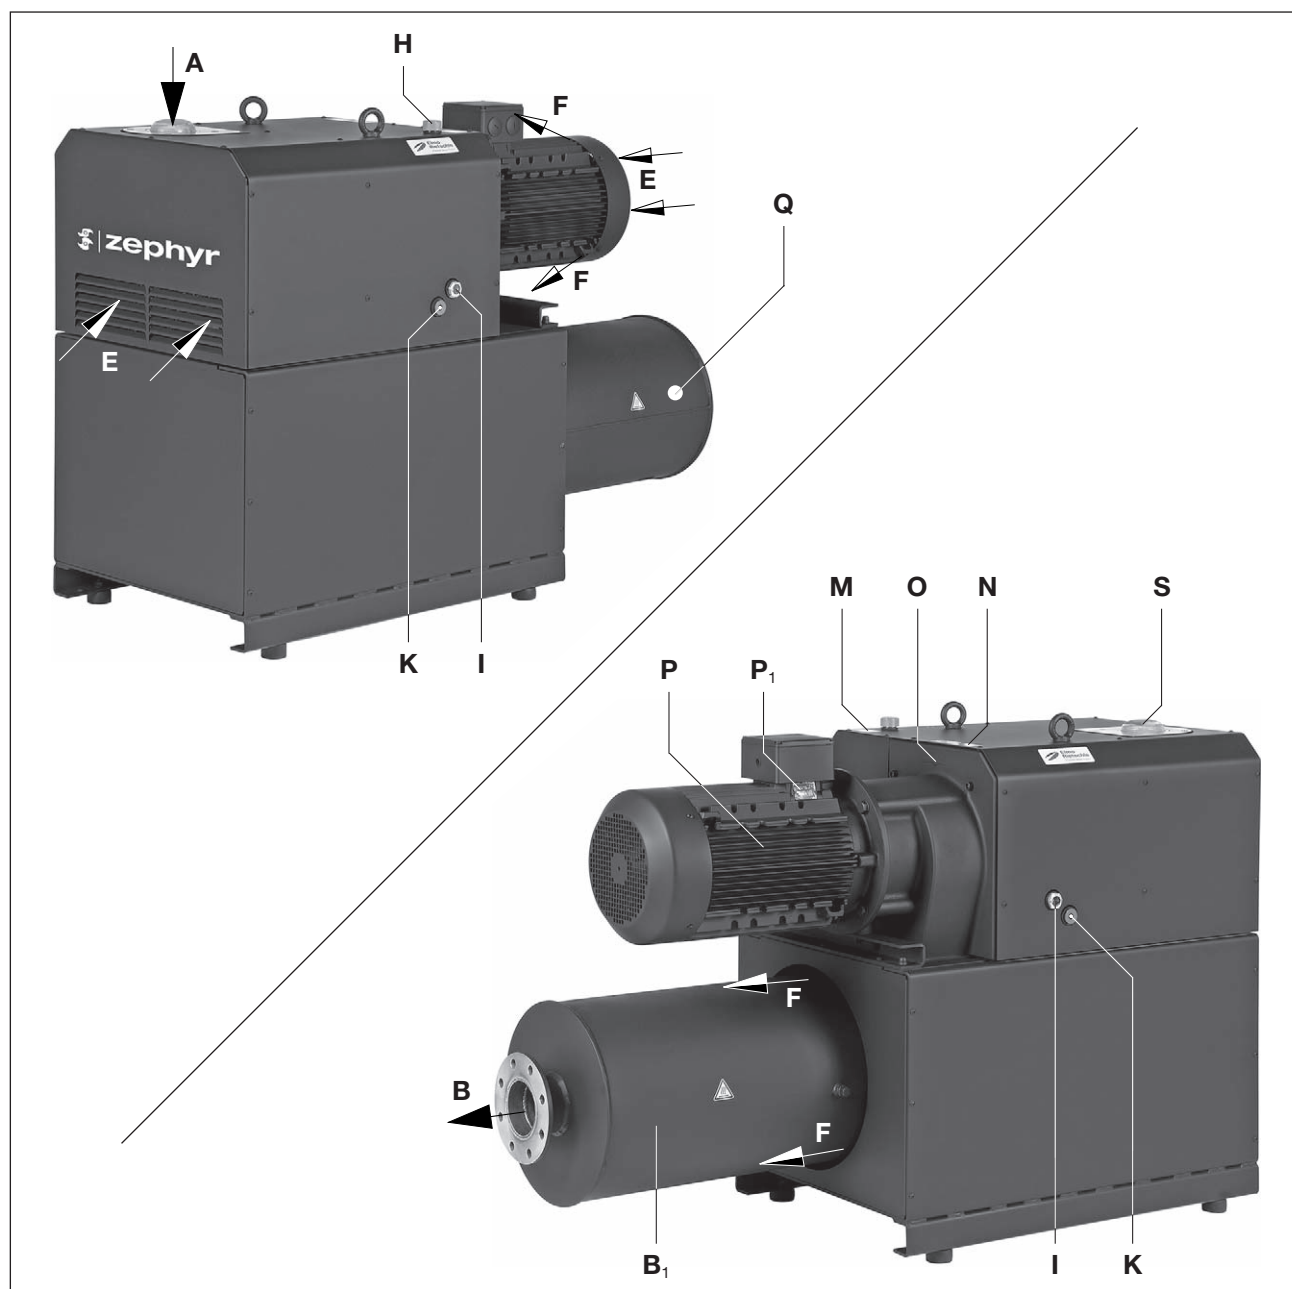

Fig. 2 Pompa per vuoto C-VLR 1000
Il tipo C-VLR 1000 sul lato dell'aspirazione ha una flangia di collegamento e sul lato della pressione un silenziatore allo scarico (Fig. 2/B1). L'aria aspirata viene pulita attraverso un filtro a rete (Fig. 2/S).
La VLR 1000 è incapsulata in una calotta di isolamento. Per eliminare il calore della compressione, l'aria di raffreddamento viene aspirata con l'ausilio di un ventilatore che aspira l'aria fresca (Fig. 2/E) e che soffia via l'aria calda dall'uscita dell'aria di raffreddamento (Fig. 2/F), fra il compressore e la calotta.
Riempimento olio (Fig. 2/H), finestrelle ispezione olio (Fig. 2/I) e scarichi olio (Fig. 2/K) devono essere facilmente accessibili.
Gli ingressi dell'aria di raffreddamento (Fig. 2/E) e le uscite dell'aria di raffreddamento (Fig. 2/F) devono avere una distanza di almeno 30 cm dai muri circostanti. L'aria di raffreddamento fuoriuscita non deve essere riaspirata.
Per i lavori di manutenzione, prevedere almeno 40 cm di distanza dai filtri di aspirazione (Fig. 2/S).
- a) Togliere le pellicole sul raccordo del vuoto (Fig. 2/A) e inserire il filtro a rete (Fig. 2/S) con la bombatura verso l'alto.
- c) L'aria aspirata può essere rimossa attraverso il silenziatore allo scarico (Fig. 2/B) o essere eliminata attraverso la flangia e una tubatura.
- a) Riempire con olio lubrificante (tipi adatti vedi "Manutenzione") per le ruote dentate e i cuscinetti attraverso il riempimento (Fig. 2/H) fino a metà delle finestrelle di ispezione (Fig. 2/I).
Durante il funzionamento, le superfici dei componenti (Fig. 2/Q) possono superari i 70°C. Evitare di toccare le superfici calde (contrassegnate da appositi cartelli)!
- ▷ Il senso di rotazione previsto dell'albero di azionamento è contrassegnato dalla freccia (Fig. 2/O) sulla flangia motore.